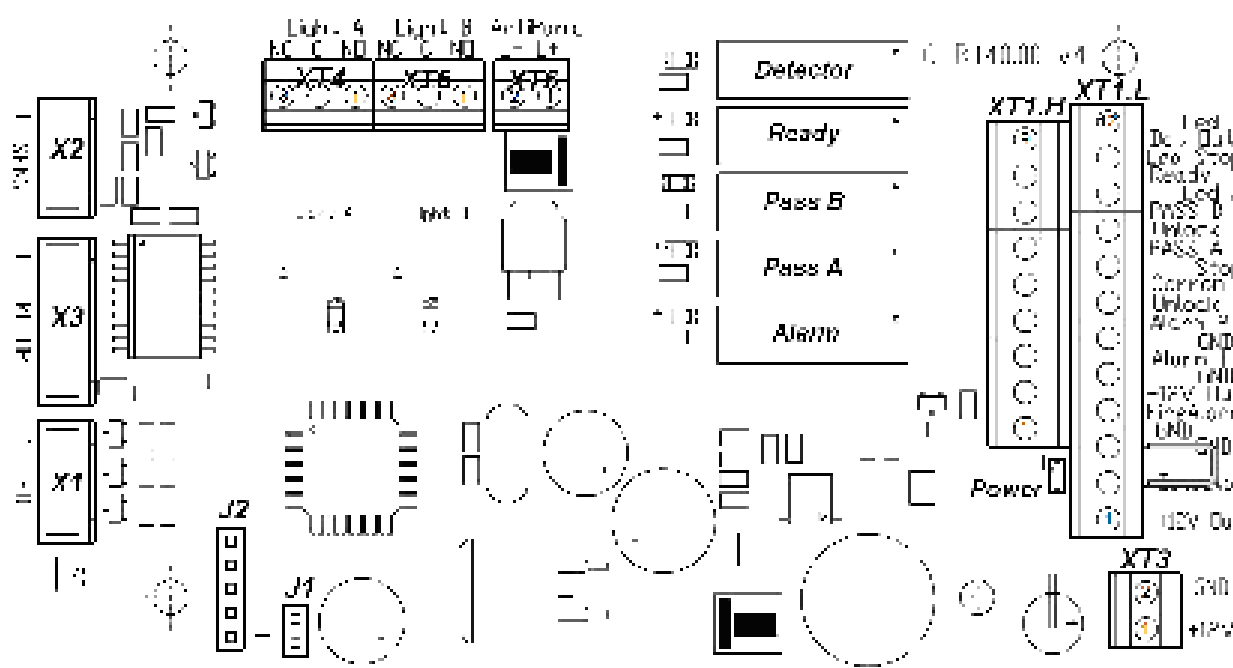

Рисунок 4. Внешний вид платы управления
Общий вид платы управления показан на рис. 4. На плате расположены:
Подключение указанных устройств производится в соответствии со схемой электрических соединений (см. рис. 4 и 10) к выносной клеммной колодке **XS1**, на которую выведены контакты с клеммных колодок **XT1.L** и **XT1.H** платы управления. Подключение осуществляется с помощью кабеля (14).
Факт срабатывания/отпускаания реле *PASS A*, *PASS B*, *Ready*, *Detector* и *Alarm* можно определить по загоранию/гашению красных индикаторов, которые установлены вблизи указанных реле (см. рис. 4).